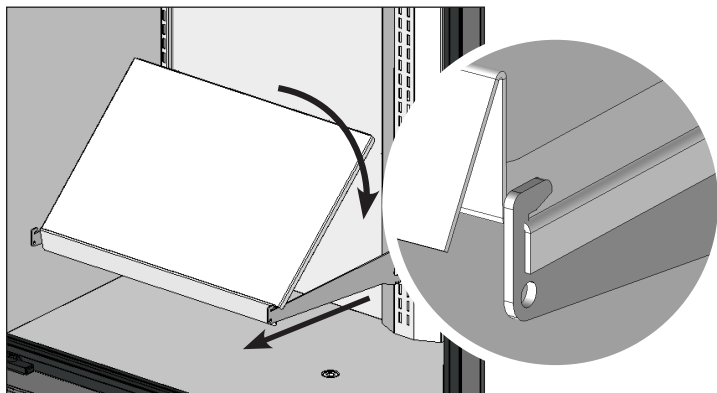

Figure 5. Positionnez la clayette en soulevant l'arrière. Assurez-vous que les côtés de la clayette recouvrent la console.
2. Soulevez l'arrière de la clayette. Positionnez la clayette sur les consoles. Voir Fig. 5.
3. Abaissez avec précaution l'arrière de la clayette et glissez-la sous la languette de support de clayette. Voir figures 5 et 6.